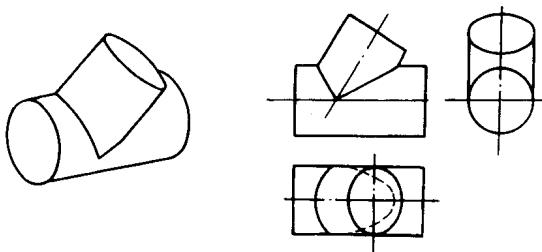

图 1-9 等径斜三通管三面投影图
4. 等径斜三通管 等径斜三通管三面投影如图 1-9 所示。